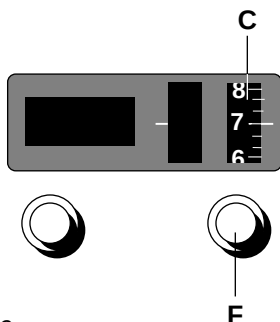

Fig. 7.3
- 1) Pour la détermination du début de cuisson, il suffit de pousser légèrement et tourner la manette "F" vers la droite jusqu'à faire apparaître dans la fenêtre "C" (en correspondance du trait repère), l'heure désirée pour le début de la cuisson (Fig. 7.3).